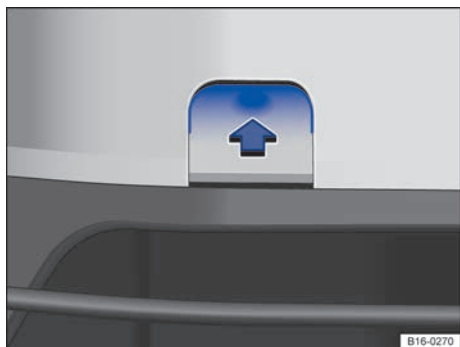

Fig. 192 En el lado derecho del paragolpes delantero: retirar la tapa.
- Presione sobre la zona superior de la tapa → fig. 192 (flecha) para desencastarla.